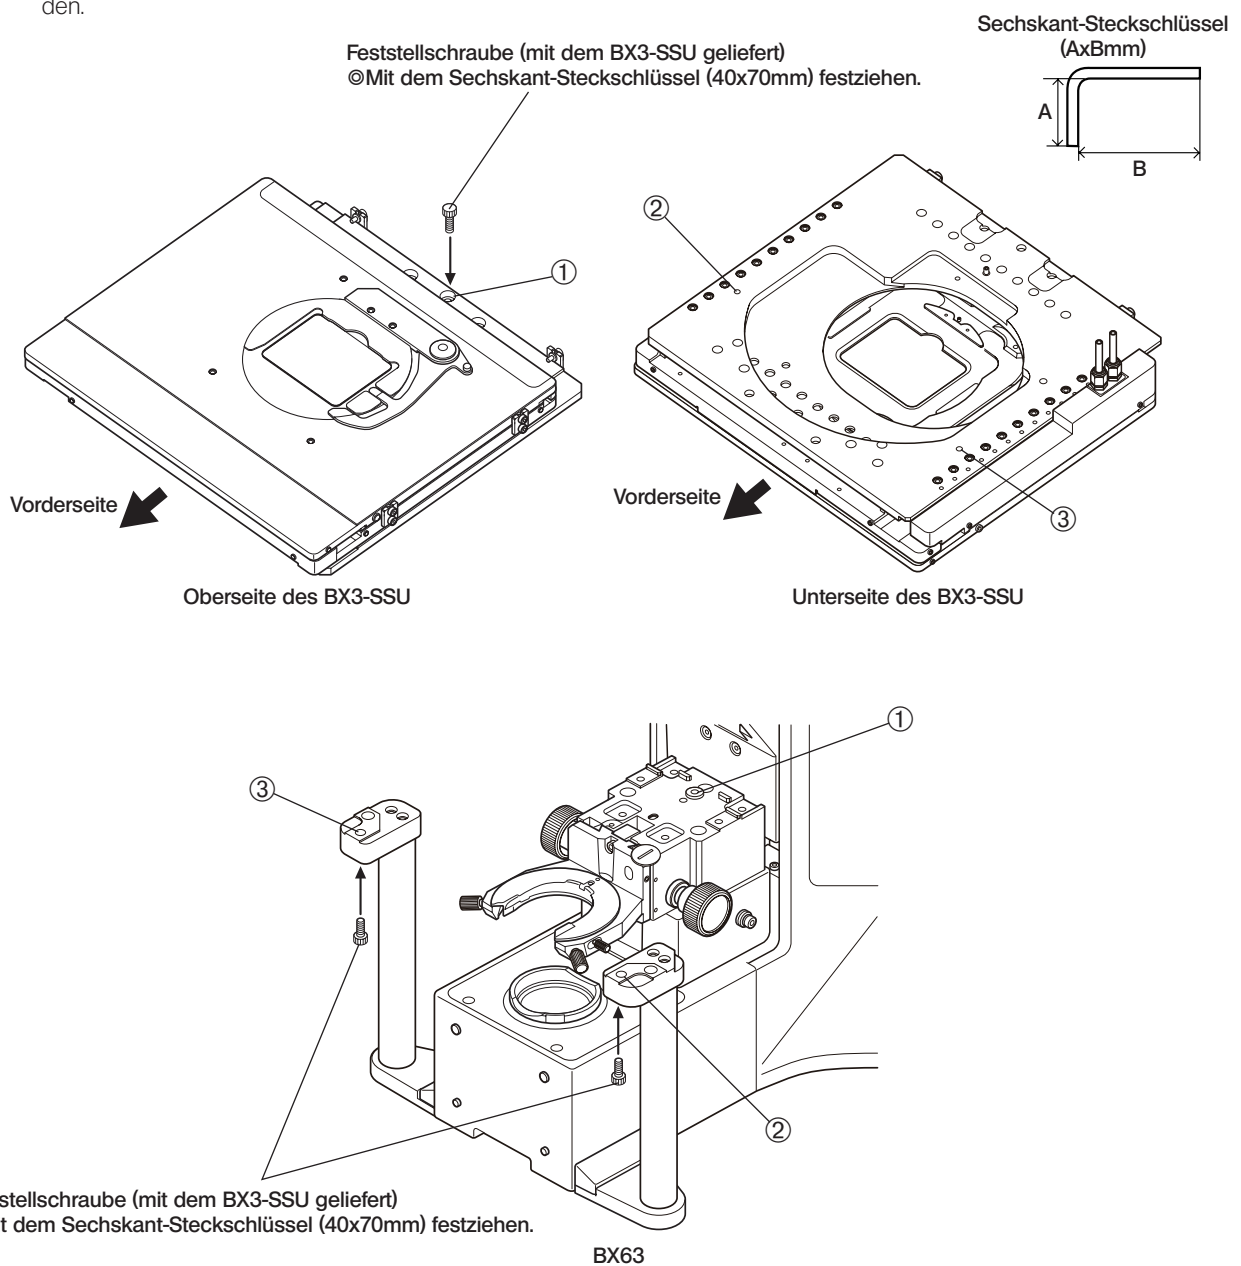

Abb. 6
### 1 Installieren des Scanning-Tisches mit Ultraschall (Abb. 6)
1. Den BX3-SSU so auf das BX63 aufsetzen, dass die entsprechenden Schraubennummern (siehe Abb. 6) des BX3-SSU und BX63 übereinander zu liegen kommen.
2. Die Schraubenbohrung ① mit der Feststellschraube (mit dem BX3-SSU geliefert) von der Oberseite des BX3-SSU aus verbinden. Zum Festziehen den mit dem BX63 gelieferten Sechskant-Steckschlüssel (40x70mm) verwenden.
3. Die Schraubenbohrungen ② und ③ mit der Feststellschraube (mit dem BX63 geliefert) von der Unterseite der Tischsäule des BX63 aus verbinden. Zum Festziehen den mit dem BX63 gelieferten Sechskant-Steckschlüssel (40x70mm) verwenden.